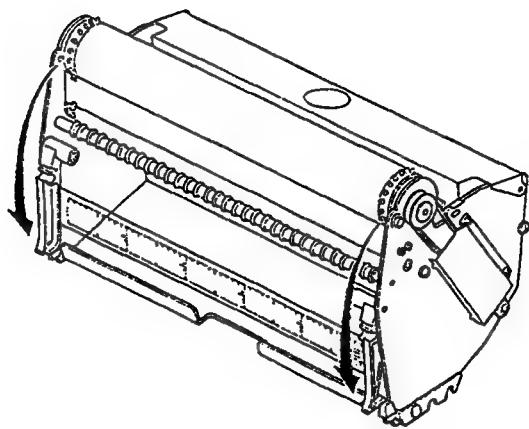

図6.12
- (3) 左右の記録紙おさえ(透明な部分)を手前に引きます (図6.12)。
- (8) 記録紙おさえ金具を、左右のノブを持って元にもどします。
- (9) ユニット左右の記録紙おさえを元の位置にもどします (図6.12参照)。